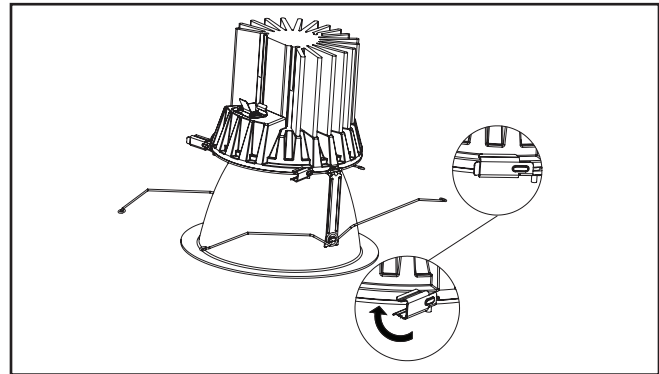

Figure 6.
4. Tournez les attaches latérales (3) en place pour fixer l'assemblage de la garniture au moteur lumineux à DEL en toute sécurité (Figure 6)